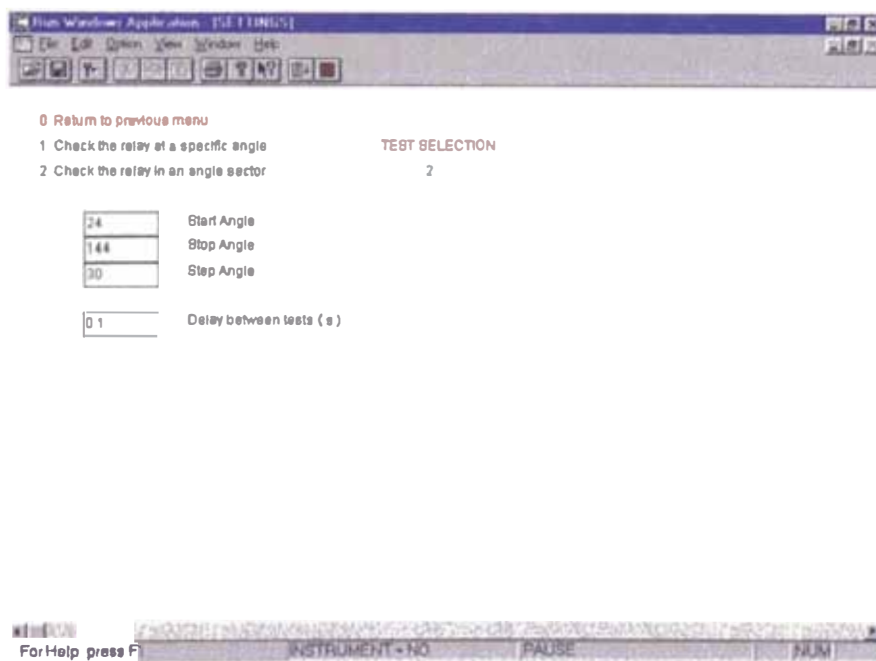

Figura IV.25
- Luego una ventana donde se debe indicar el sector angular de la prueba (Figura IV 25) Una vez llenado todos los datos el programa se ejecutará automáticamente